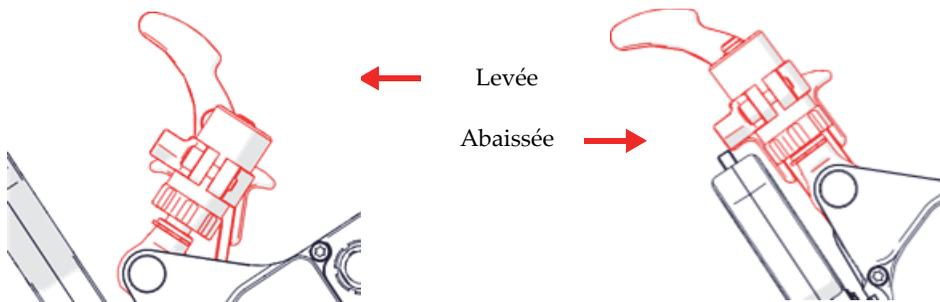

Figure 1-31 Positions de la poignée d'actionnement du moteur
1. Assurez-vous que la poignée d'actionnement du moteur est levée (Figure 1-31 à la page 50).
La tension de la roue motrice ne peut être réglée que lorsque la poignée d'actionnement du moteur est abaissée (Figure 1-31 à la page 50).